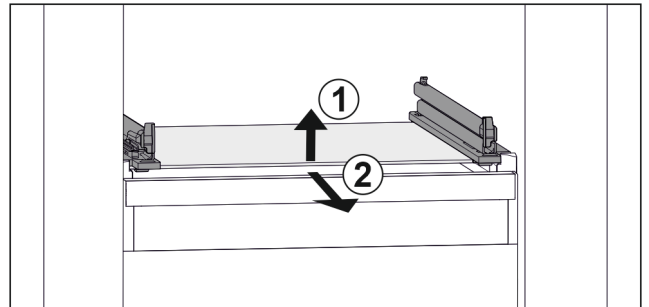

Fig. 50 Representación de la placa de vidrio a modo de ejemplo
- ▶ Levante la placa de vidrio por delante. Fig. 50 (1)
- ▶ Retire la placa de vidrio hacia adelante. Fig. 50 (2)